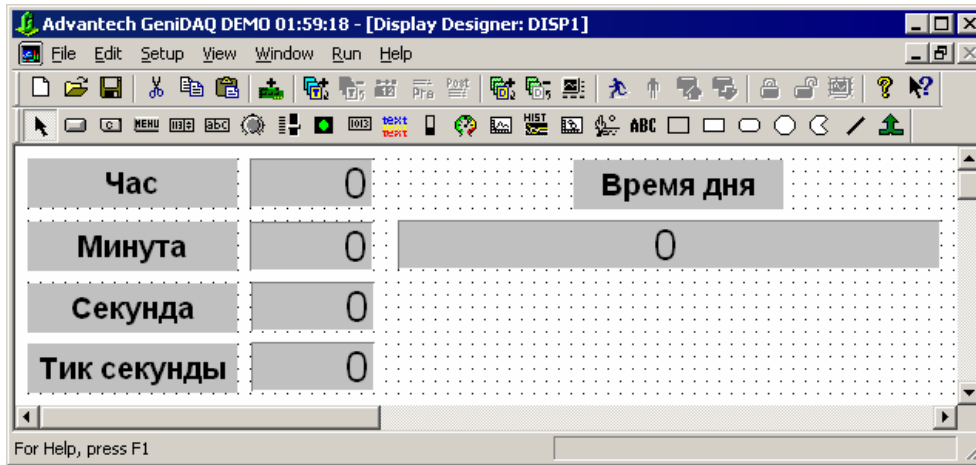
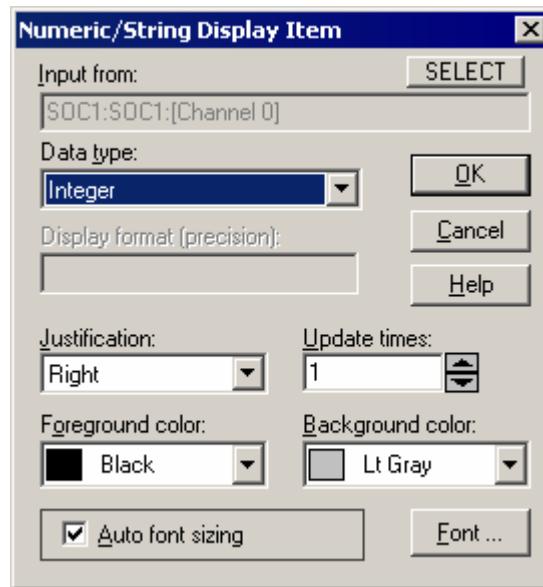

Рис. 4.154. Конфигурация окна отображения
Рис. 4.155. Конфигурация цифрового индикатора для блока SOS1
3. *Третье действие*. Активизируйте окно редактора форм отображения. Добавьте в это окно элементы отображения в соответствии с рис. 4.154. Сконфигурируйте их в соответствии с рис. 4.155 — 4.159.